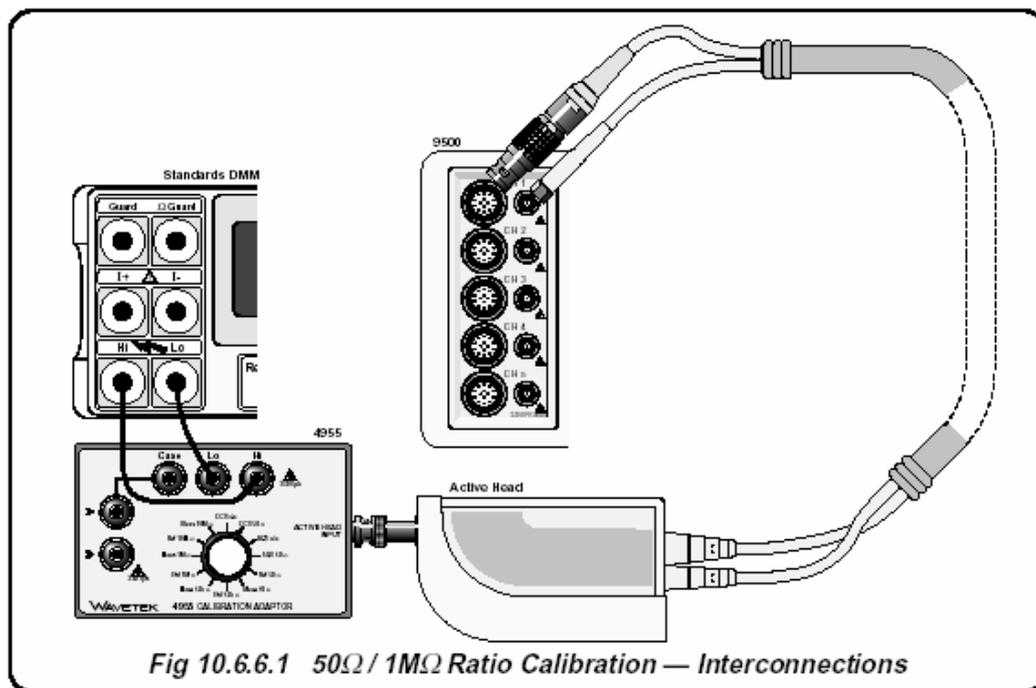

Рис. 10.6.6.1. Калибровка отношения 50 Ом/1 МОм – межсоединения
- 1 Убедитесь, что калибратор 9500В соединен с мультиметром, как показано на Рис. 10.6.6.1, и что оба прибора включены и прогреты.
- 4 В адаптере **4955** выберите «DCV о/с» (или просто подсоедините головку прямо к цифровому мультиметру). Включите выход калибратора 9500В (ON), позвольте установиться показаниям мультиметра и запишите измерения в таблицу 10.6.6.1.
- 6 В адаптере **4955** выберите «DCV 50 Ом» (или используйте резистор шунта). Включите выход калибратора 9500В (ON), позвольте установиться показаниям мультиметра и запишите измерения в таблицу 10.6.6.1.
- 8 В адаптере **4955** выберите «SQR о/с» (или просто подсоедините головку прямо к цифровому мультиметру). Включите выход калибратора 9500В (ON), позвольте установиться показаниям мультиметра и запишите измерения в таблицу 10.6.6.1. Пожалуйста, заметьте, что показания цифрового мультиметра (средний уровень постоянного напряжения) необходимо умножить на два (уровень р-р).
- 10 В адаптере **4955** выберите «SQR 50 Ом» (или используйте резистор шунта). Включите выход калибратора 9500В (ON), позвольте установиться показаниям мультиметра и запишите измерения в таблицу 10.6.6.1. Пожалуйста, заметьте, что показания цифрового мультиметра (средний уровень постоянного напряжения) необходимо умножить на два (уровень р-р). Сделав необходимые измерения, восстановите режим калибровки головок (Head Calibration), используя клавиши «Mode» и «Cal».